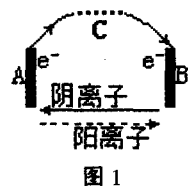
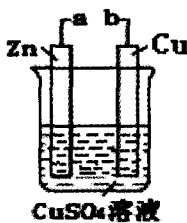

图1
图2
纵观苏教版《化学2》《化学反应原理》教材设计思路,结合高三总复习的要义,站在学科思想方法、观念的高度进行整合,统摄全局,在复习知识的基础上,深挖学生概念、原理的盲区,注重方法技能的培养,着重提升化学学习能力。我们可以从四个方面分析电化学。其一,能量转化观(电能、热能、化学能等);其二,物质转化观(氧化剂、还原剂及其性质);其三,微观本质(电子得失)和宏观特征(化合价升降);其四,价值观(电池、电解精炼、电镀、氯碱工业、金属冶炼、金属防腐等)。为此,我们将电化学建构在氧化还原反应之上,用氧化还原反应看待电化学教学,建立如图1教学范式,紧扣住“电流”形成这一中心(即自由电子和阴阳离子的定向移动形成电流,阴离子在A极聚集,并依据A极及附近微粒的还原性强弱判断在A极失去电
例1:若图2装置为铜锌原电池,工作时,下列叙述正确的是()
(2)仔细阅读图2,若a、b连接外电源,请分析电子、离子流向,电极反应等相关问题。结合图1,你能从图中提取哪些与原电池、电解池相关的信息呢?
【设计意图】例1考查学生对原电池工作原理的分析能力,通过分析引导学生建立图1的解题范式。
(2)结合已学知识提取相关电子得失、转移、离子移动、电极名称等相关信息,结合氧化还原反应观建立图1范式,并将其应用于有关电化学的绝大多数题目中。
电化学是氧化还原反应的重要应用之一,通过对电化学的整体分析和设计,采用整体教学策略,将电化学的学习建构在氧化还原反应之上,选择电化学的应用实例,以问题为线索,围绕能量转化、物质转化、微观本质和宏观特征三大方面展开,不断重复应用图1解题范式,有利于逐一突破学生的学习盲区,强化学科观念在总复习中的形成和建构。